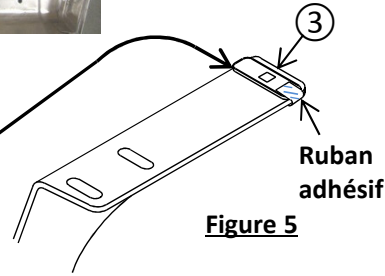

Figure 5
- Attacher les blocs espaceurs** – À l'aide de ruban, fixer les blocs espaceurs de 1/8 po d'épaisseur (art. 3) sur le haut des supports d'attelage au point de fixation le plus à l'avant, 1 par côté, **voir figure 5**.